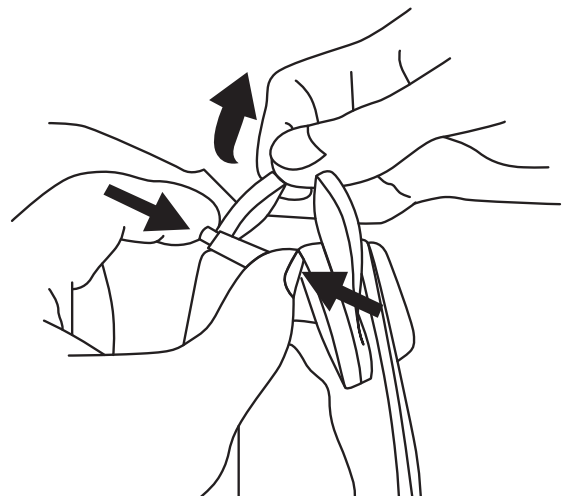

Fig. 7b
- Si el sello facial se siente suelto o tiene espacios, use los cordones y los clips tubulares en la región de la sien (Fig. 7b) para apretar el sello facial y eliminar cualquier espacio en este. Quitar el casco para soldar para lograrlo puede ser más fácil. El material suave similar al algodón en el borde del sello facial debe entrar en contacto con la piel alrededor de todo el perímetro del sello facial y el sello facial debe estar ajustado (coloque 2 dedos entre la cara y el sello) sin resultar incómodo.